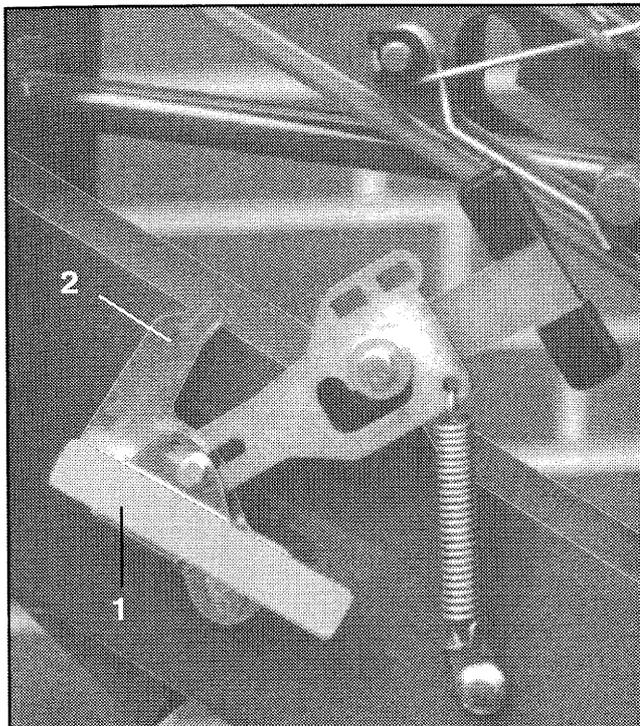

Fig. 8.22
- Scherstiftträger (8.22/1) aus Halteblech (8.22/2) lösen und neuen Scherstift einsetzen, so daß das Halteblech wieder in Position (Fig. 8.22) gehalten wird.